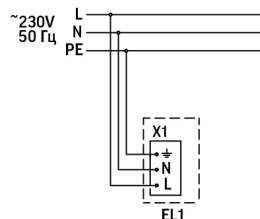

Рисунок 1
- Выполните электрическое подключение светильника, которое осуществляется через клеммную колодку, установленную на внутренней поверхности корпуса светильника. Подключите сетевой провод к контактам клеммной колодки светильника строго в соответствии с маркировкой и схемой подключения (Рисунок 1). Сечение проводников кабеля должно быть не более 2,5 мм².